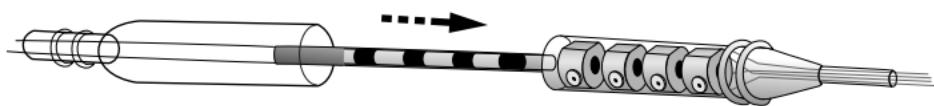

Figure 11. Insérez complètement l'électrode dans le connecteur à vis de fixation de l'extension.
3. Tenez l'extension fermement avec les doigts. Insérez complètement l'électrode dans le connecteur à vis de fixation de l'extension (Figure 11).